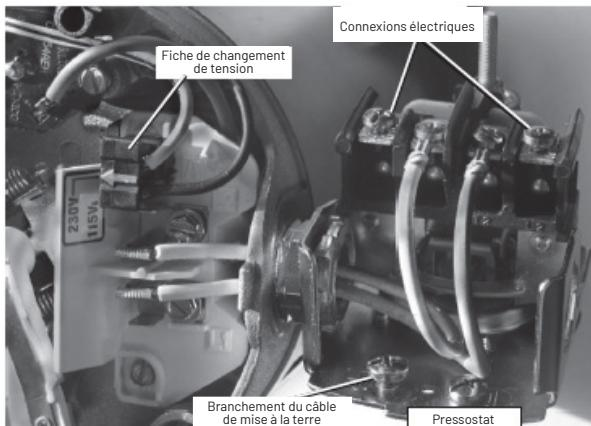

Figure 6 : Tension réglée à 230 V, type de prise
- Fixez les fils d'alimentation entrants aux deux vis extérieures du pressostat, comme illustré à la figure 6.
- Fixez le fil de terre à l'une des connexions de mise à la terre, comme illustré à la figure 6.
- Raccordez d'abord le fil de terre comme illustré à la figure 6. Le fil de terre doit être un fil en cuivre massif ayant un diamètre équivalent ou supérieur à celui des fils d'alimentation.
- Raccordez les fils d'alimentation au pressostat comme illustré à la figure 6.